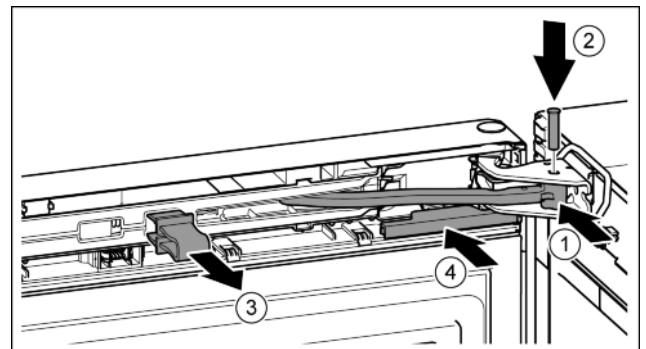

Fig. 23
- ▶ Rotiți articulația în suportul de lagăr. Fig. 23 (1)
- ▶ Introduceți bolțul în suportul de lagăr și articulație. Urmăriți ca respectiva camă de cuplare să fie așezată corect în canelură. *Fig. 23 (2)*
- ▶ Detașați siguranța. *Fig. 23 (3)*
- ▶ Montați capacul. *Fig. 23 (4)*